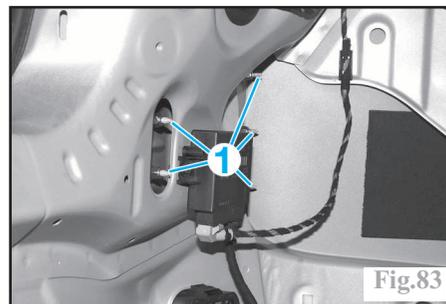

Fig.83
Débrancher les connecteurs électriques des transmetteurs d'aide au stationnement au niveau du calculateur (côté gauche sous le feu arrière) (Selon équipement). Dévisser les écrous spéciaux (1) accessibles depuis le coffre à bagages (Fig.83). Déposer les coquilles de passages de roues en ayant précédemment déposé les roues arrière.